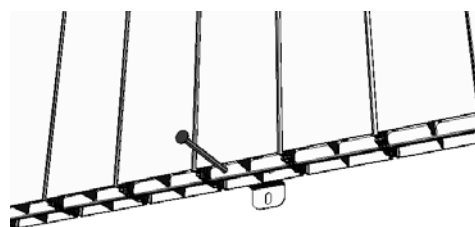

Figura 6
- Quando a unidade estiver pendurada na parede, marque o orifício do suporte da parede (mostrado na figura 6).
- Por fim, pendure o aquecedor nos ganchos e enrosque o suporte da parede firmemente (como mostrado na figura 6).